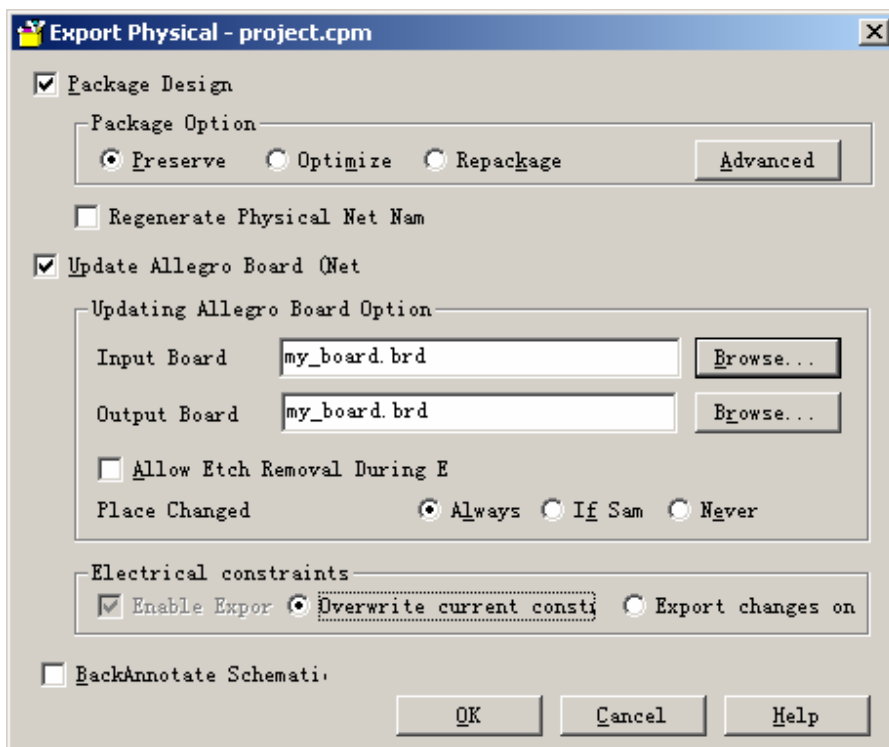

图 7-3 【Export Physical】对话框设置
- (1) 更改【Overshoot】栏【Max】值为“5200:-600”。
- (2) 删除【Noise Margin】栏【Min】值。
15. 在【Electrical Constraints】栏选择【Overwrite current constraints】选项，请见图 7-3。